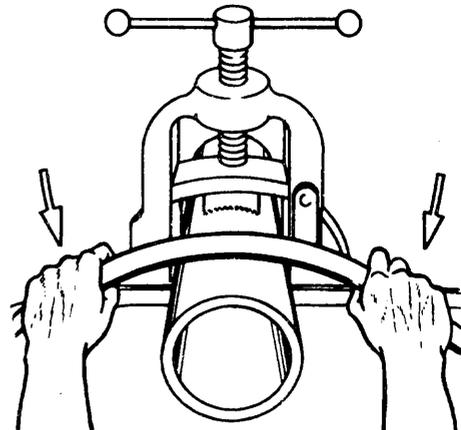

Fig. 4
6º paso *Doble en curva* según la plantilla (fig. 4).
2) Los movimientos deben hacerse lentamente, hasta obtener la curva deseada (fig. 4).